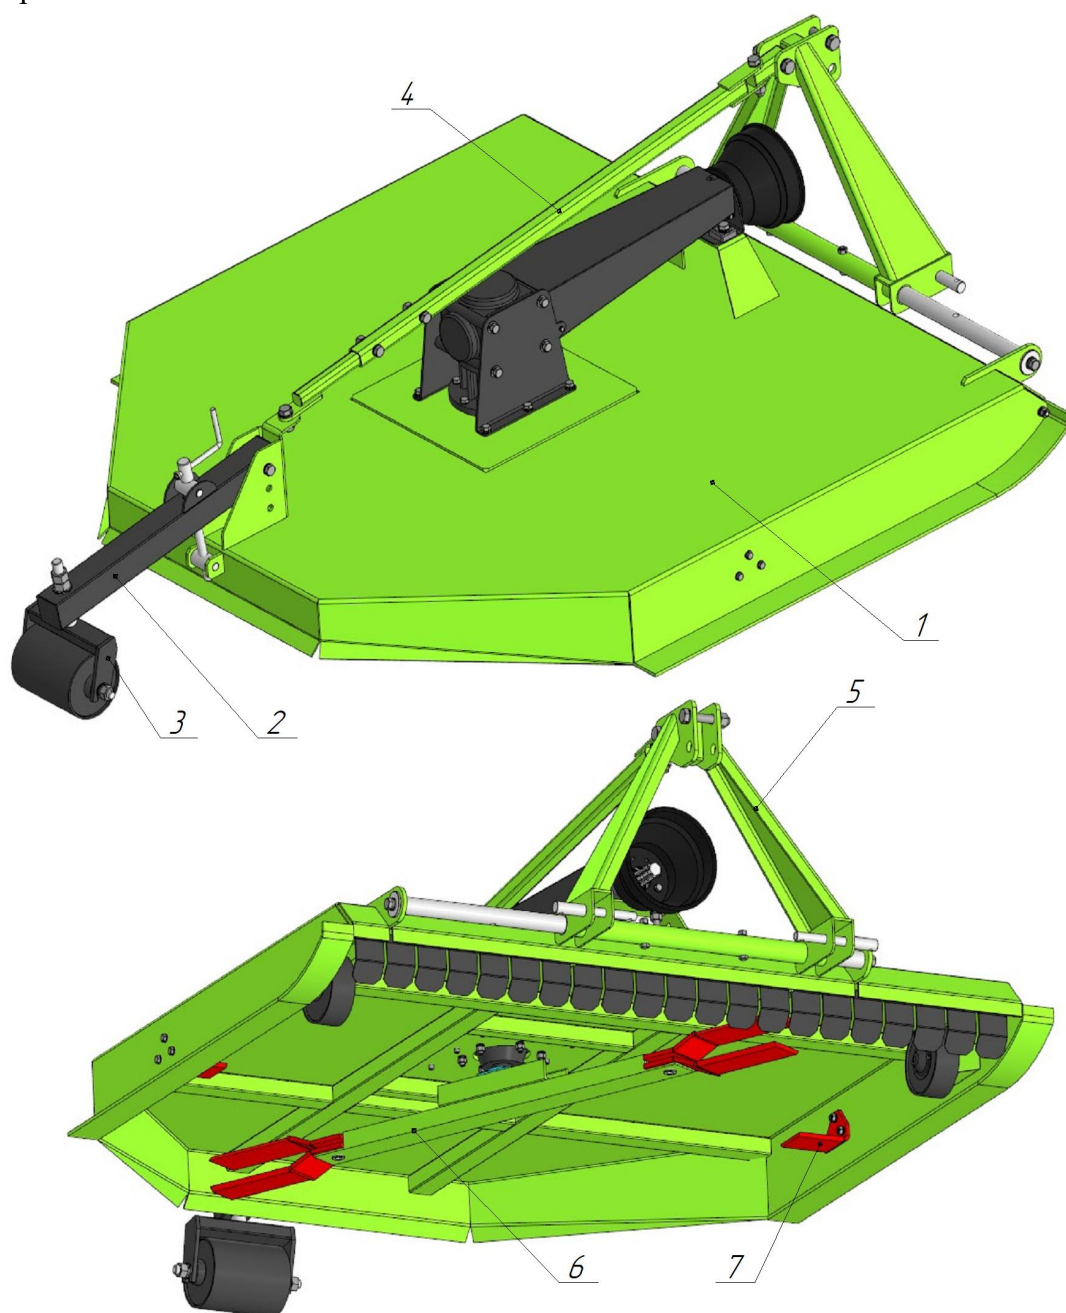

Рис.1 Общий вид косилки садовой.
1. Косилка 1 шт. (смотри рис. 1)
- Перед установкой боковой позиции косилки следует отпустить установочные винты (смотри рис. 1, поз. 8), а затем после регулировки затянуть их.